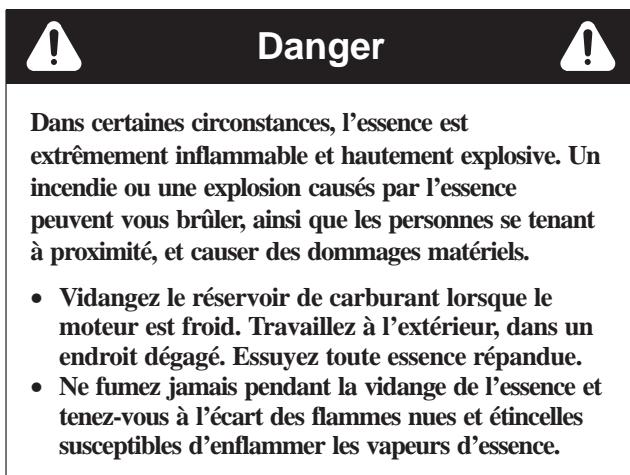

Figure 40
Le filtre à carburant est incorporé dans la conduite d'alimentation, entre le réservoir de carburant et le carburateur (Fig. 40). Remplacez le filtre toutes les 800 heures de fonctionnement, ou plus tôt si le débit de carburant est limité. Vérifiez que la flèche qui se trouve sur le filtre pointe bien dans la direction opposée au réservoir de carburant.
- Placez un bac de vidange sous le filtre, desserrez l'autre collier de flexible et déposez le filtre (Fig. 40).